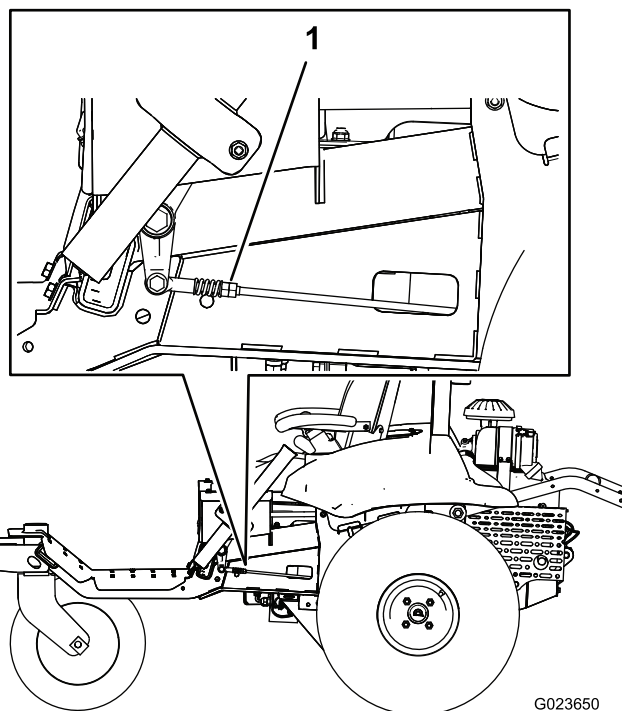

Figura 62
7. Num lado da máquina, lentamente rode as porcas duplas na ligação (Figura 62) até a roda desse lado começar a rodar, depois rode as porcas duplas na direção oposta até a roda rodar na outra direção.